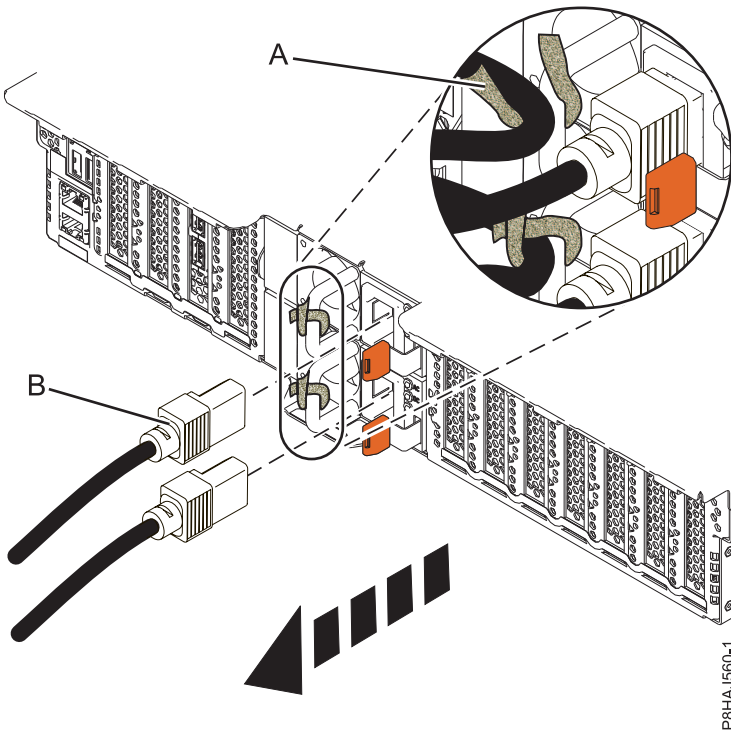
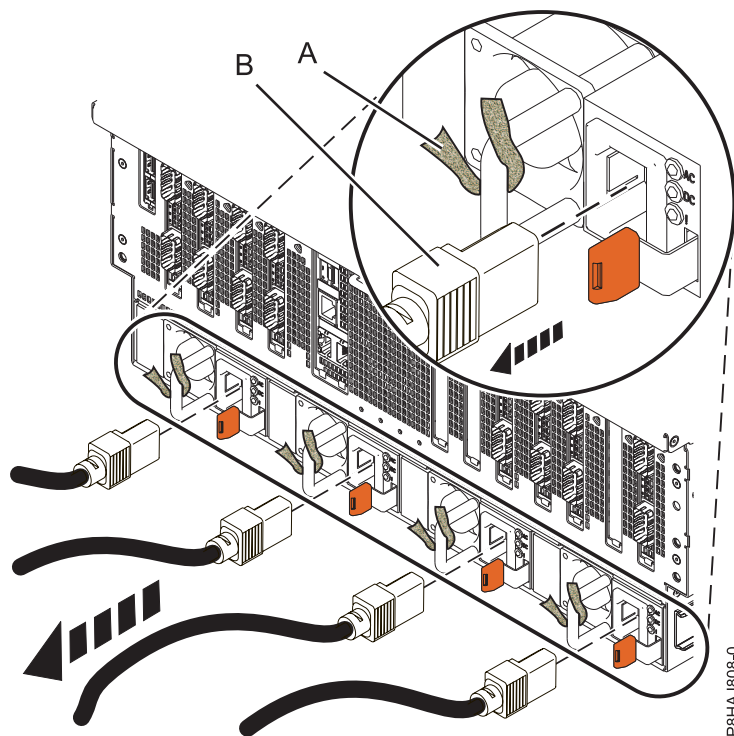

Figure 50. Retrait des cordons d'alimentation d'un système 5148-21L, 5148-22L, 8247-21L, 8247-22L, 8284-21A ou 8284-22A
Figure 51. Retrait des cordons d'alimentation d'un système 8408-44E ou 8408-E8E
3. Débranchez les cordons d'alimentation (**B**) de l'unité centrale. Voir les figures figure 49, à la page 62, figure 50, à la page 62 ou figure 51, à la page 63 selon le type de votre système.